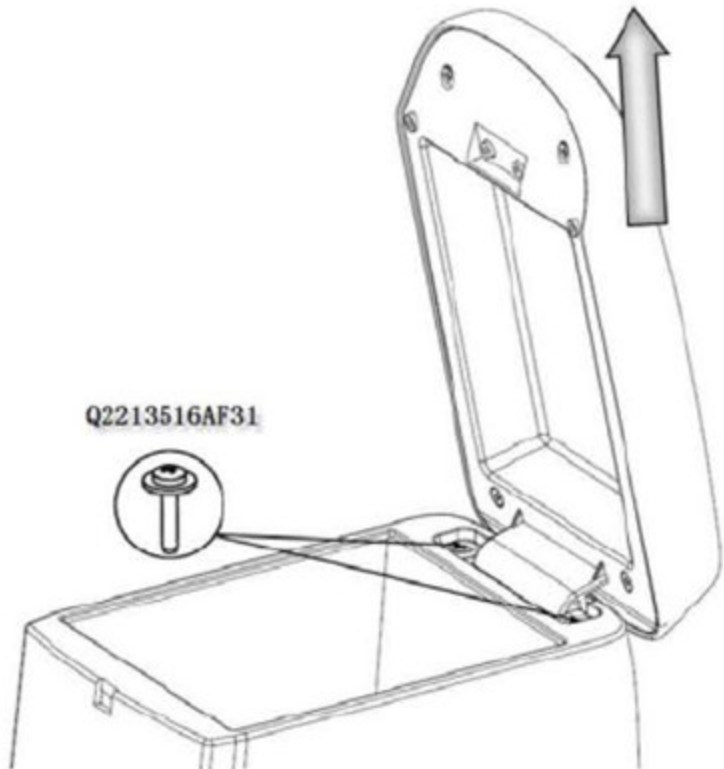

图6-3-4 副仪表板扶手总成的拆卸
- (1) 开启扶手组件至直立状态，用十字螺丝刀依次松开固定扶手总成的两个螺钉(Q2213516AF31十字槽盘头自攻螺钉和大垫圈组合件)，将扶手总成整体取下。如图6-3-4所示；